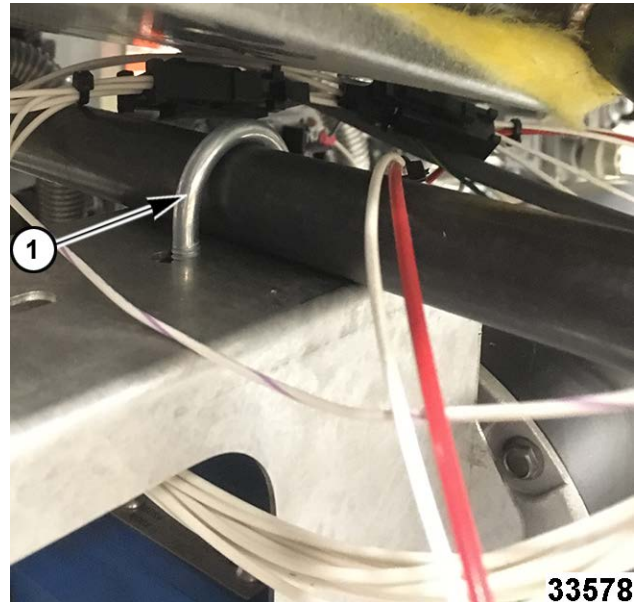
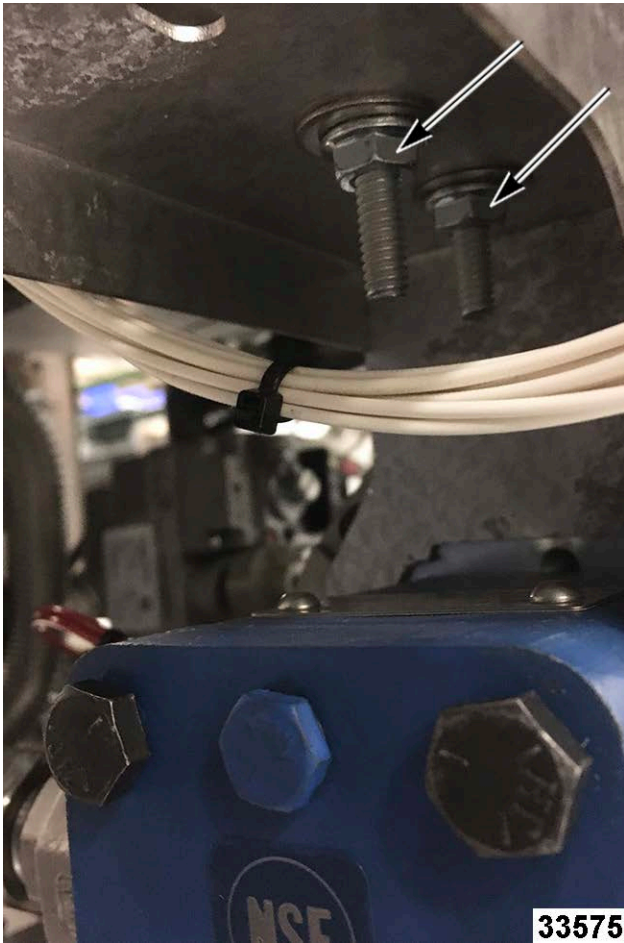

Fig. 23
Fig. 24
3. Remove U-bolt (1, Fig. 23) nuts (Fig. 24).